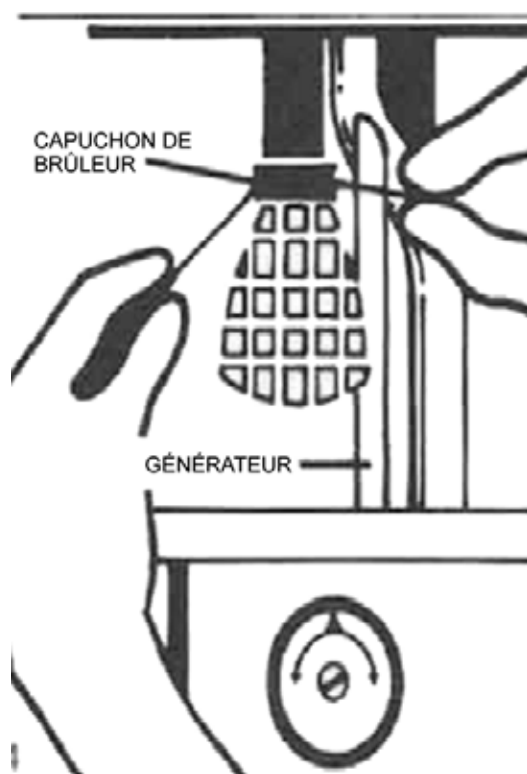

Figure 11 Remplacement d'un manchon
7. Attacher le manchon autour des rainures dans le capuchon du brûleur, avec le côté plat du manchon faisant face au générateur (voir la figure 11).